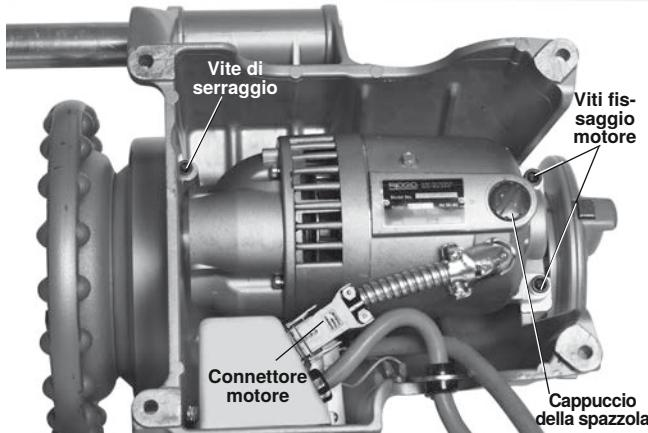

Figura 32 – Rimozione del coperchio motore/Sostituzione delle spazzole
3. Mettere la macchina su un banco pulito e stabile. Capovolgere la macchina per accedere al lato inferiore (*Figura 32*).